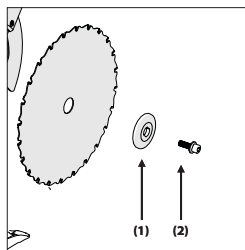

Fig. 30
Instalați flanșa exterioră (1) (cu latura plată pe unealtă) și șurubul arborelui (2) (Fig. 30).